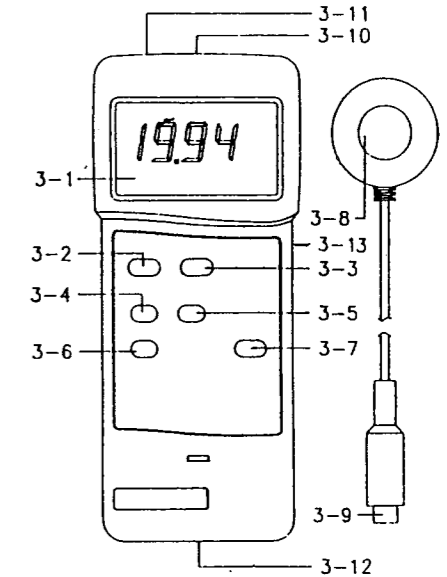

図1
- (1) 「電源ON/OFFスイッチ (図1, 3-2)」を押してONして下さい。
- (2) 「レンジスイッチ (図1, 3-7)」を押して最大レンジを選択して下さい。
- (3) 下記の手順によりゼロ調整をして下さい。
- ① 「UVセンサー (図1, 3-8)」を手のひらで覆って「UVセンサー」への光の侵入を遮断して下さい。
- ② 「ゼロ調整ボタン (図1, 3-6)」を押します。表示部の値は0になります。
- ③ 「UVセンサー」から手を外します。
- (4) 「UVセンサー」を直接光源の下に置きます。表示部にUV値が表示されます。
測定中「データホールドスイッチ (図1, 3-3)」を押すと表示値がホールドされ表示部に「D. H」マークが点灯します。データホールド機能を解除するには「データホールドスイッチ」を再度押して下さい。
データ記録機能では、測定した最大値・最小値を表示します。「メモリー RECORD(記録) スイッチ (図1, 3-4)」を押すと「REC」マークが表示部に点灯し、データ記録機能になります。
- ① 「メモリー RECALL(呼出) スイッチ (図1, 3-5)」を1回押すと「MAX」マークと記録された最大値が表示部に点灯します。
- ② 「メモリー RECALL(呼出) スイッチ」を再度押すと「MIN」マークと記録された最小値が表示部に点灯します。
- (1) 本器はオートパワーオフ機能付きで、電池消費を防ぎます。最終操作後約10分で自動的に電源がオフされます。オートパワーオフ機能を解除するには「メモリー RECORD (記録) スイッチ」を押して下さい。
- (2) 表示部のコントラスト調整ができます。「LCD コントラスト調整 (図1, 3-13)」で見やすいコントラストに調整して下さい。
3.5mmφの「RS232用端子(図1, 3-11)」により RS232データ出力ができます。コネクター出力は16桁シリアルデータ出力です。
- 本体裏面の「電池カバー(図1,3-12)」を取り外し、電池を取り出します。